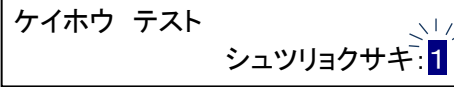

図 9-36 警報解除先選択画面
- ・メニュースイッチを押下すると、警報出力先を選択できるようになり、UP/DOWN スwitchで警報出力先を選択します。選択範囲は0～6で、0の場合は6つの警報出力先につき全て出力します。(図 9-36)